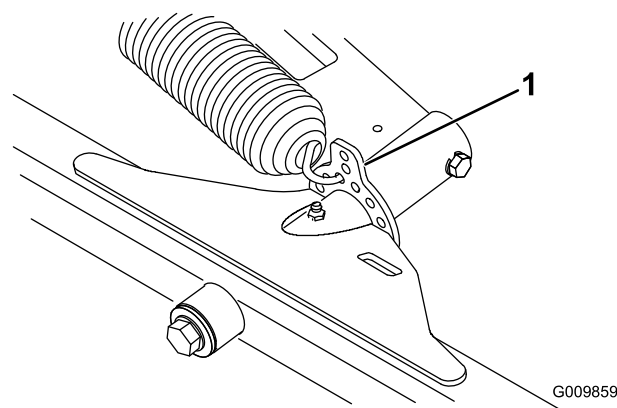

Figura 11
1. Enganche el muelle en el tercer taladro desde arriba del lado interior de ambas pestañas de elevación de las unidades de corte delanteras y en la pestaña de elevación de la unidad de corte trasera (Figura 11).